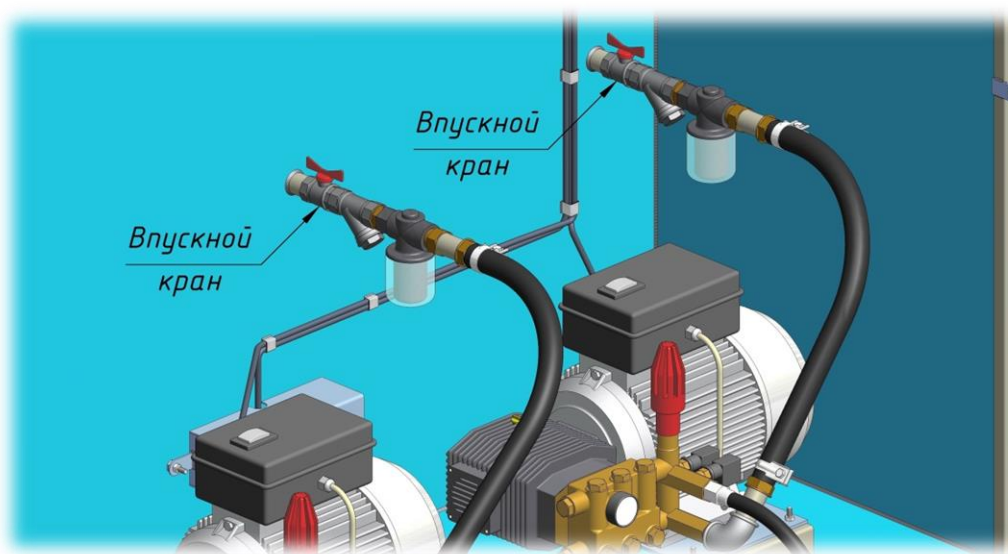

Рисунок 5
4.8. Эксплуатация ПМК «Максима» без воды категорически запрещена, поэтому первоначально необходимо открыть впускной кран и подождать несколько минут, чтобы вода поступила во всасывающий трубопровод (смотри рис. 5).